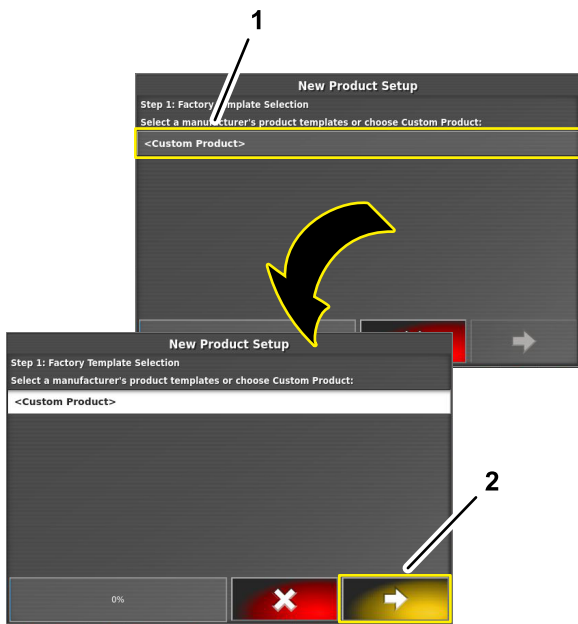

Bild 117
6. Tippen Sie in Schritt 1 des Dialogfensters Neue Produkteinrichtung auf das Symbol BENUTZERSPEZIFISCHES PRODUKT und tippen Sie dann auf das Weiter-Symbol (**Bild 117**).